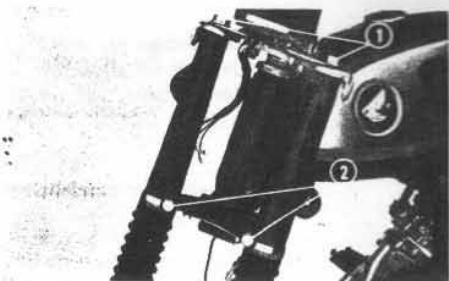

Fig. 86 Demonteren van voorvork
- 7) Maak de vork-bevestigingsbouten los en trek de complete vorkpoot uit de vorkhouder. (Fig. 86)